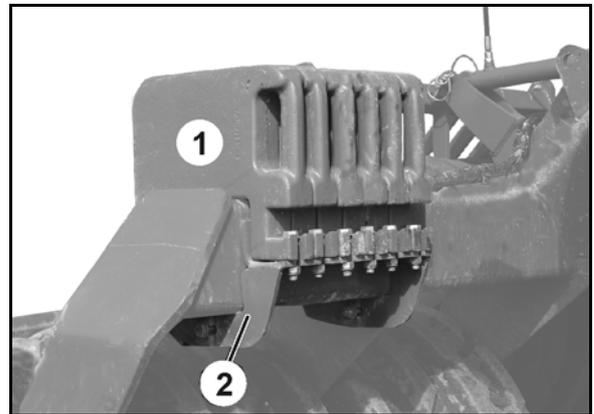

Рис. 29
- Закрепите дополнительный балласт (Рис. 29/1) и плоские стопорные шайбы (Рис. 29/2) двумя болтами каждый на трубе рамы.